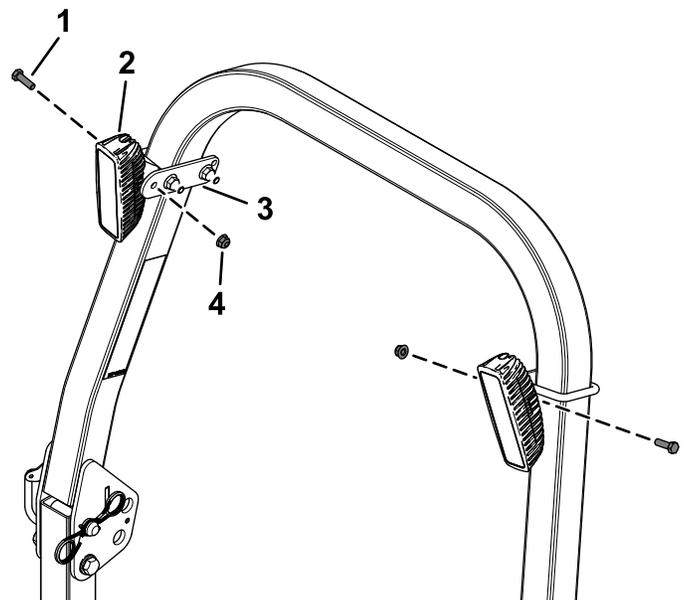

Figura 8
3. Sujete las 2 luces LED a las 2 placas de montaje usando los 2 tornillos de cabeza hexagonal (5/16" x 1") y 2 contratuercas (5/16"), como se muestra en la Figura 8.